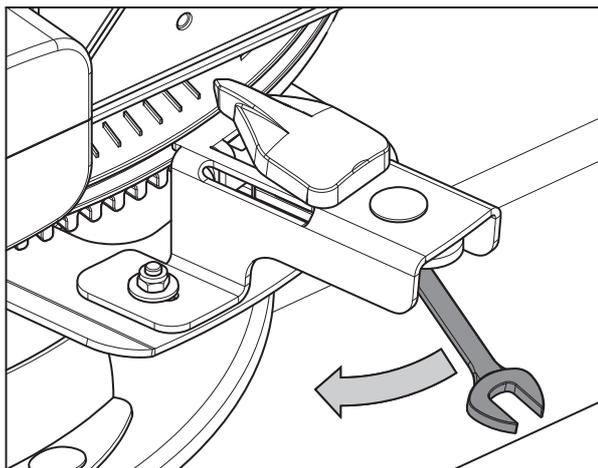

Imagen 9.34: Soltar dispositivo de bloqueo
- ▷ El dispositivo de bloqueo se suelta y el elemento de indicación se mueve libremente (véase Imagen 9.34).